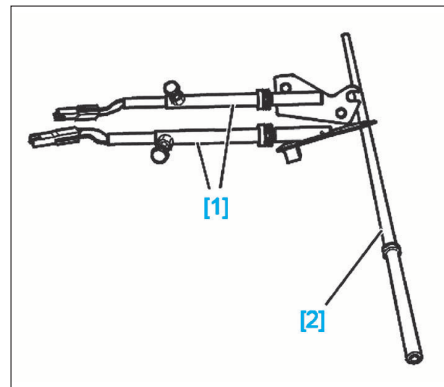

FIG. 81
- [1]. Bras de positionnement (Fig.81).